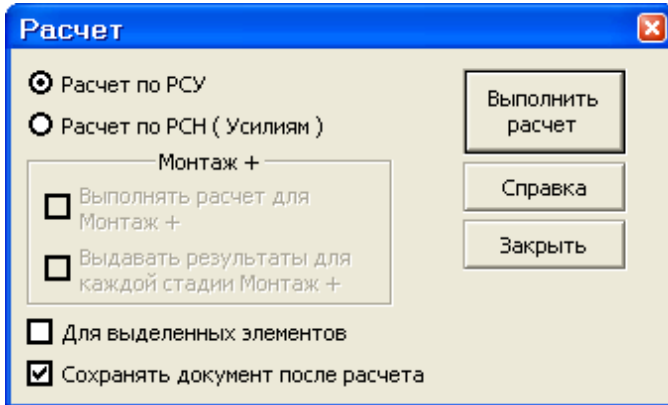

Рис.1.25. Диалоговое окно Расчет
- В диалоговом окне **Расчет** (рис.1.25) включите радио-кнопку **Расчет по РСУ**.